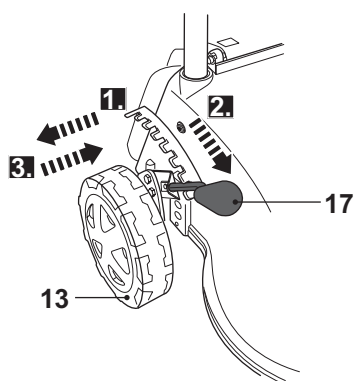

Fig. 3
- > Tirez le levier [17] vers la roue [13], déplacez-le vers l'avant pour régler la hauteur de coupe à la position la plus élevée et desserrez le levier pour l'engager (Fig. 3).